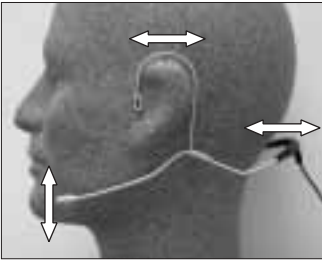

Fig. 3: posição do microfone na cabeça
1. Coloque o microfone como demonstra a fig. 3.
Veja fig. 3.